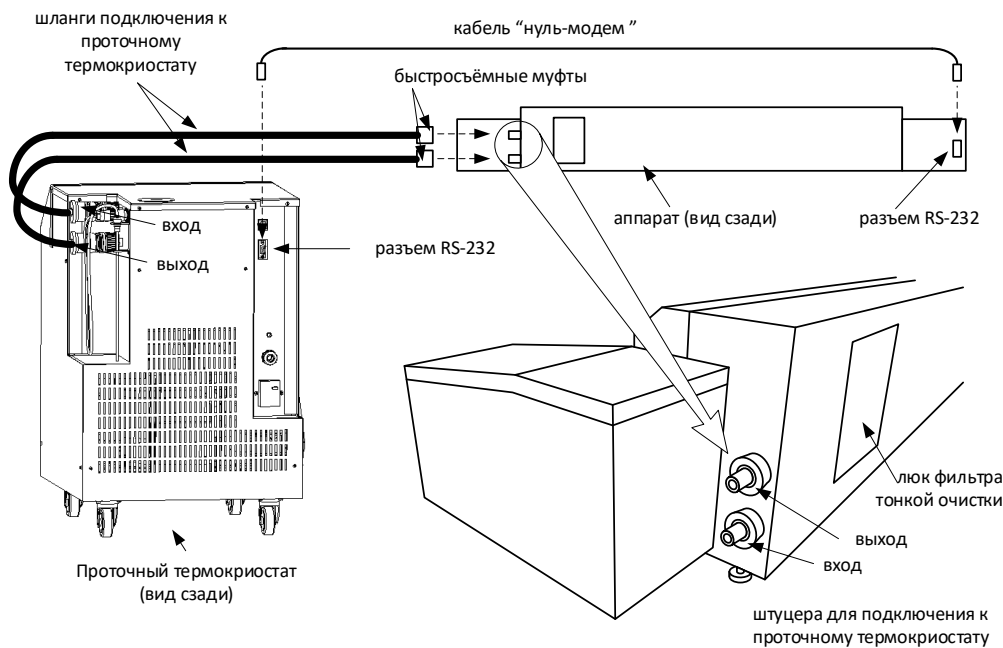

Рисунок 3 - Подключение к проточному термокриостату ТКП-10
4.4.1 Присоединить проточный термокриостат с помощью трубопроводов диаметром 12 мм и соединительным кабелем «нуль-модем» (поставляются в комплекте с проточным термокриостатом ТКП-10) (см. рисунок 3).